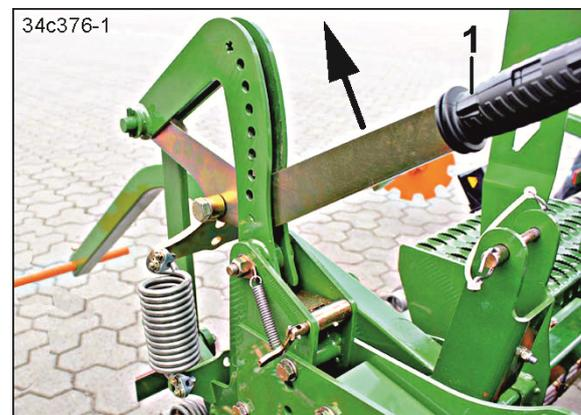

Рис. 205
4. Переместите рычаг (Рис. 205/1) в направлении стрелки.